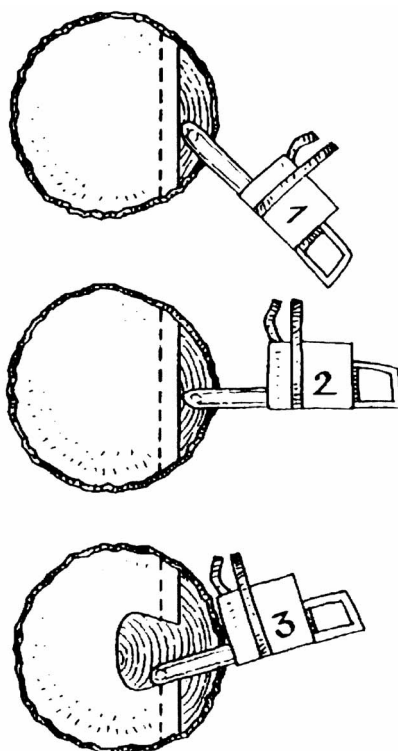

FIG. 069
- La entalladura guía será de $\frac{1}{3}$ del diámetro. **FIG. 069**
- Se debe prolongar la profundidad del 2º corte u horizontal de la entalladura, en la zona central, dejando a ambos lados algo menos del ancho de la espada. **FIG. 069**